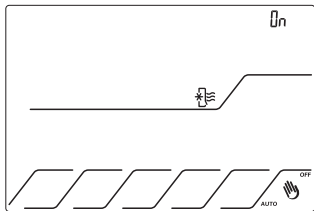

Fig.15
4.2.4 Premere il tasto OK per confermare. Sul display compaiono la scritta ON e l'icona  come da fig.15. Se non si conferma dopo 15 secondi si torna in Stand-by.